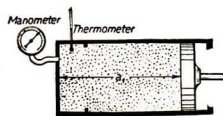

Abb. 143. Kompressor
1. Wie steigt der Gasdruck mit der Verdichtung? Der **Techniker** benutzt zur Lösung dieser Frage einen Zylinder (Abb. 143, **Kompressor**), der mit einem Manometer ausgestattet ist und in dem ein dicht anschließender Stempel verschoben werden kann.